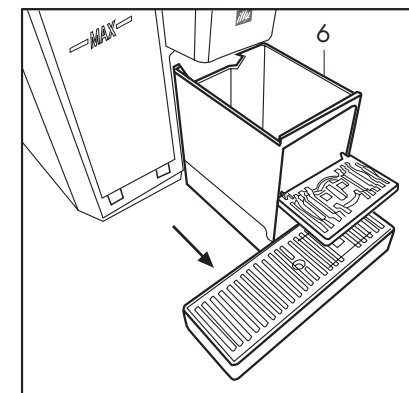
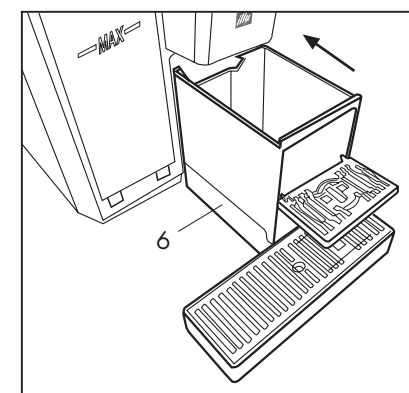

Fig. 15
Fig. 16
- Cuando el contenedor cápsulas (6) está lleno la máquina se para; se enciende el led rojo alarma y en el Display (13) aparece la palabra A03 el cajón de las cápsulas está lleno. Extraer el contenedor de cápsulas (6) vaciarlo y enjuagarlo (Fig. 15). Limpie la bandeja y la rejilla de los residuos de agua y café. Una vez limpia, vuelva a introducir la bandeja con el portacápsulas (Fig. 16).